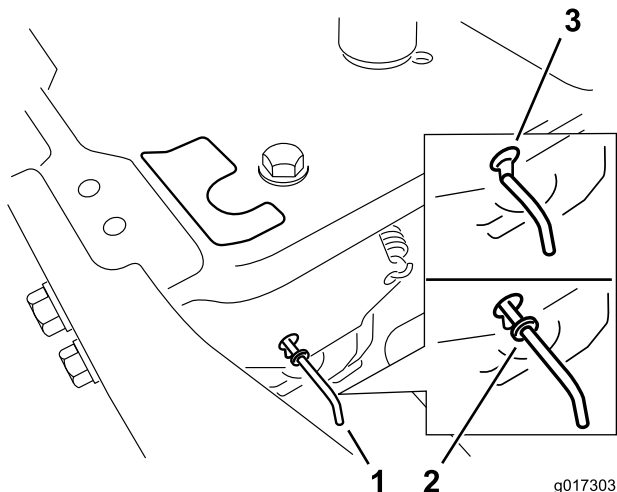

Figura 24
4. Mova as alavancas de derivação para a frente através do orifício da chave e para baixo para as bloquear no lugar, como se mostra em Figura 24 . Certifique-se de que isto é feito para cada alavanca.
Mova as alavancas de derivação para dentro e empurre-as de volta para a ranhura horizontal (Figura 24) para engatar os motores da roda.